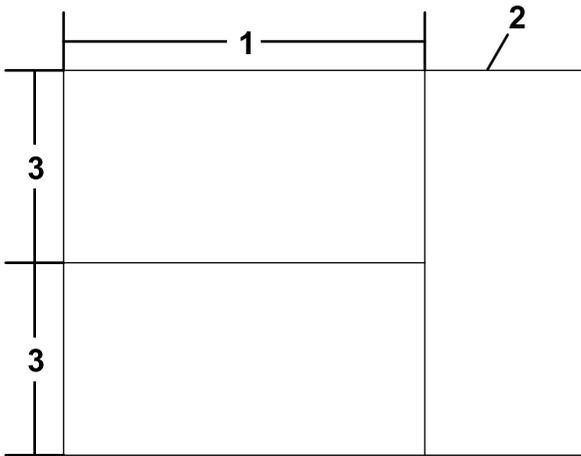

**Figure 13**
6. Fixez une barrette droite dans les trous de chacune des bandes courtes à l'aide de 2 boulons (5/16 po), 2 rondelles (5/16 po) et 2 contre-écrous en nylon (5/16 po), comme montré à la Figure 13.